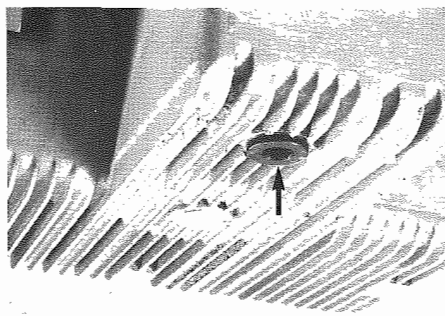

Fig. 60 - Scaricare l'olio dalla coppa
- Scaricare l'olio dalla coppa (**Fig. 60**).
- Drain oil sump (**Fig. 60**).